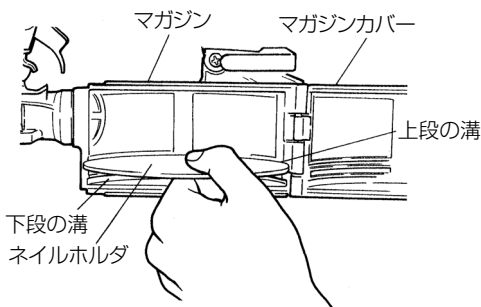

図 7
- 使用する釘の長さに合わせてネイルホルダの位置を調整してください。調整はネイルホルダを手前に引き抜き上段下段いずれかの溝にさし込んでください。32 mm、40 mm 長さの釘のときは上段にさし込み、45 mm、50 mm 長さの釘のときは下段にさし込んでください。(図 7)